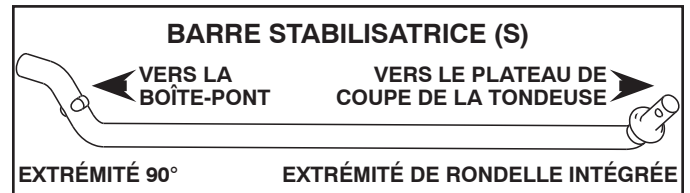

Fig. 9
5. LE CAS ÉCHÉANT, INSTALLER LA BARRE STABILISATRICE (S). (Voir la Fig. 9 - 11)